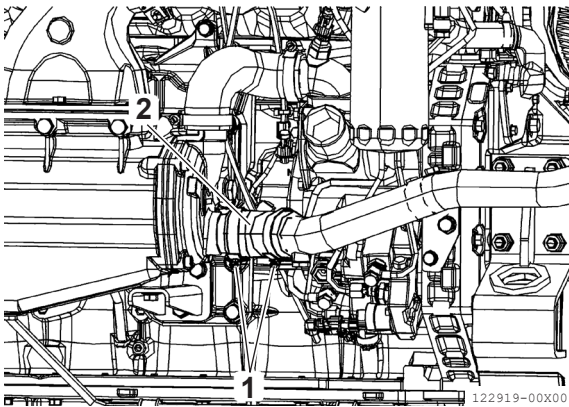

Figura 13
6. Afloje los tornillos de la abrazadera (**Figura 13 [1]**) y retire el manguito (**Figura 13 [2]**).